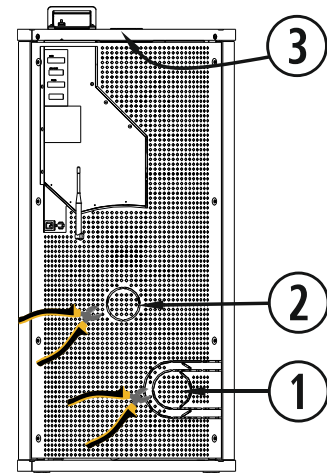

Figura 5
**Non DIFLUX:** Rimuovere la protezione dall'estrattore (①) e dal tubo di ingresso dell'aria (②). *Figura 5.*
**DIFLUX:** Rimuovere il coperchio superiore (③).